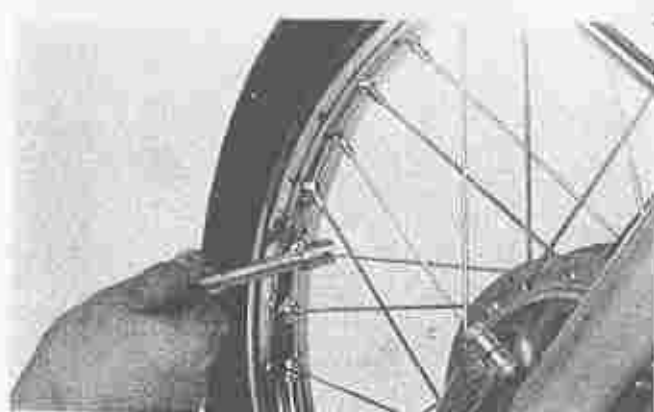

Fig. 70 Spannen van spaken
- 6) Controleer de spaken of ze verbogen, gebroken, of niet goed gespannen zijn. Indien beschadigd, dan door nieuwe vervangen. (Fig. 70)